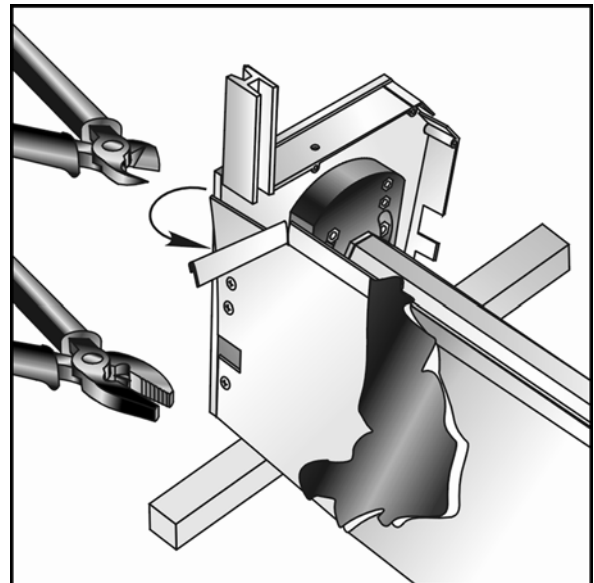

Abb. 2.12
8. Umbördelung der hinteren Kastenblende an den Stellen des Anliegens der Führungsschienen wegschneiden (Abb. 2.12).